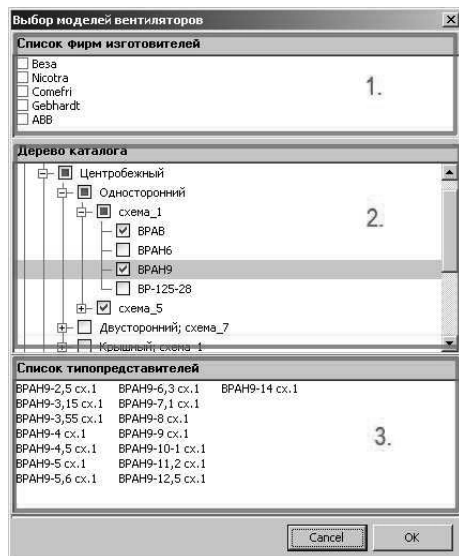

Рис. 3
Номенклатурная панель диалогового окна имеет два режима работы: выбор одного или нескольких типов вентиляторов и выбор одного типопредставителя. В режиме множественного выбора (Рис.3) все уровни дерева типов вентиляторов (2) содержат элементы группового и индивидуального выбора, что позволяет легко выбрать или исключить из выбора номенклатурные ветви или конкретные типы вентиляторов. В этом режиме список типопредставителей (3) несет лишь справочную функцию и во вводе данных не участвует.
На первом этапе ввода данных необходимо указать вид решаемой задачи, типы вентиляторов для прямой задачи или типопредставителя для обратной, параметры, определяющие плотность перемещаемой среды (высота расположения и температура), наличие сети на выхлопе, требуемые параметры в рабочей точке (сопротивление сети и расход воздуха), для вентиляторов с непосредственным приводом от двигателя можно выбрать частотное регулирование двигателя, в отсутствие регулирования нужно указать допустимую положительную погрешность подбора. Для ввода типов вентиляторов вызывается **дополнительное диалоговое окно с номенклатурной панелью** (Рис.3,4). При вводе